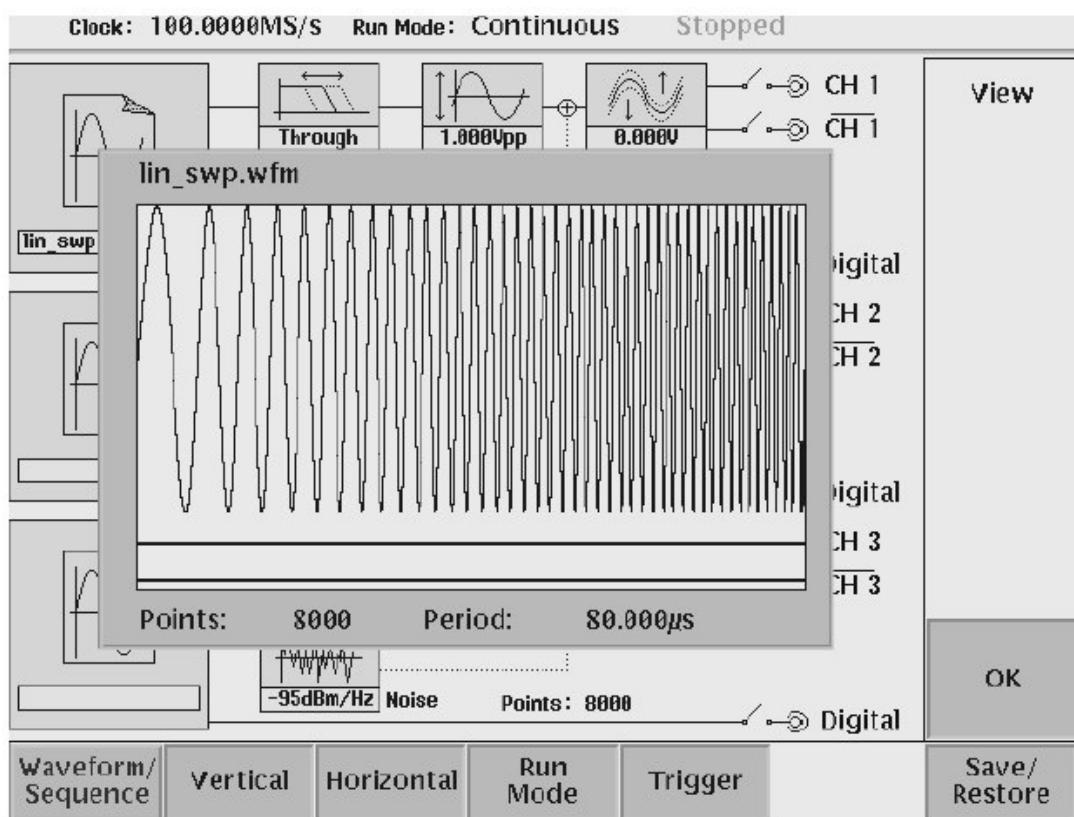

图 34 观看加载到存储器内的波形
波形显示在屏幕上,如图 34 所示。
3. 若将示波器与波形发生器连接,观看示波器上的波形,与发生器上的波形相同,如图 34 所示。